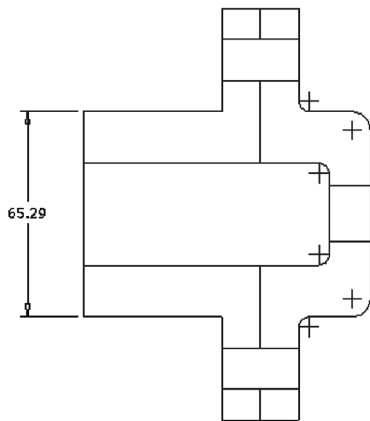

图 4-51 打开模型文件
STEP 01 单击快速访问工具栏中的“打开”按钮，打开模型文件，如图 4-51 所示。